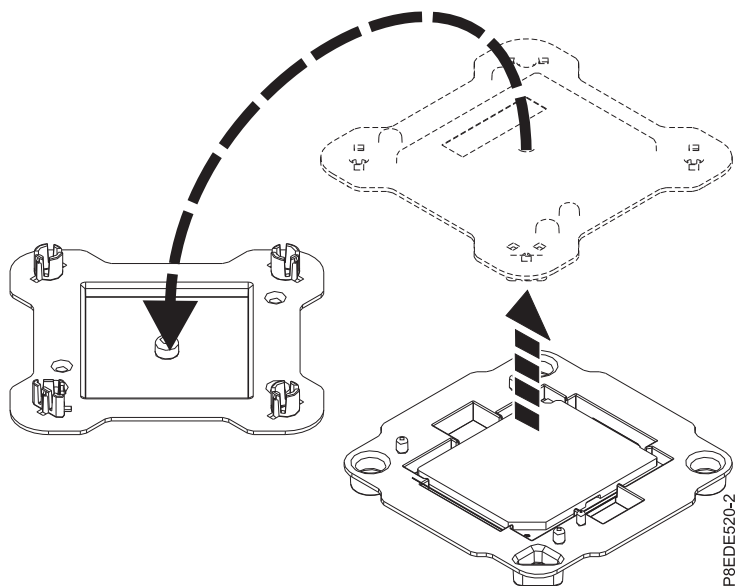

Figura 179. Abrir el empaquetado del módulo del procesador del sistema
2. Abra el paquete del nuevo módulo del procesador del sistema, y coloque la cubierta boca abajo al lado de la bandeja, tal como se indica en Figura 179 en la página 160. La cubierta se utiliza para el módulo del procesador del sistema que está sustituyendo.